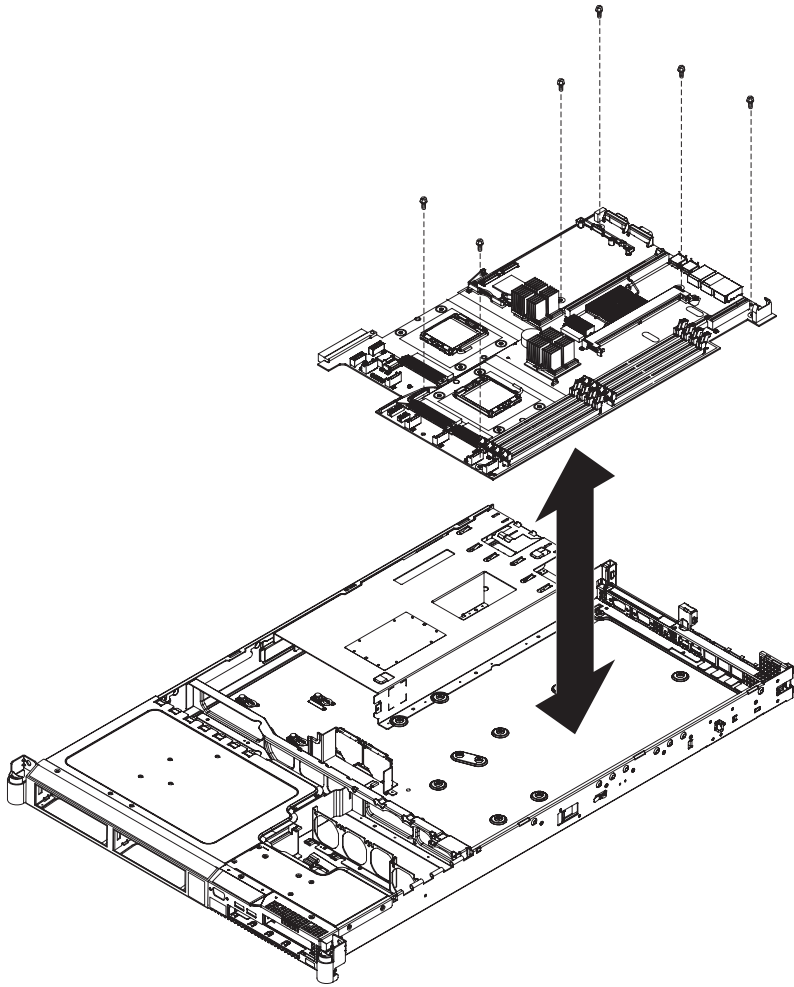

図 295. SAN ボリューム・コントローラー 2145-8G4 システム・ボードを固定するねじの配置
2. システム・ボード上の 6 個のねじを交換し (335 ページの図 295 を参照)、システム・ボードをシャーシに固定します。